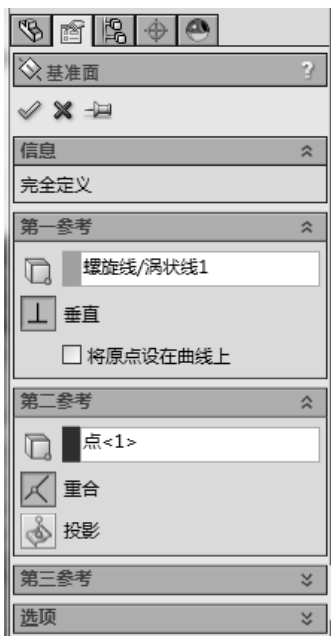

图 9-28 基准面属性设置
- [2] 设置基准面属性, 在“第一参考”中选择“螺旋线/涡状线”, 在“第二参考”中选择“点”, 如图 9-28 所示。